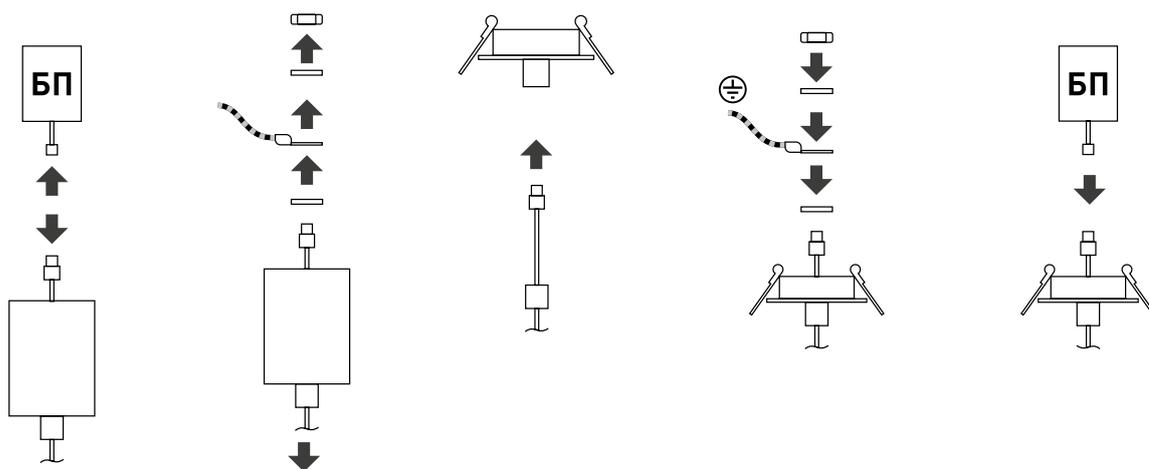

Рис. 4. Замена накладной чаши на встраиваемую
- Для замены накладной потолочной чаши на встраиваемую выполните следующие действия (рис. 4):